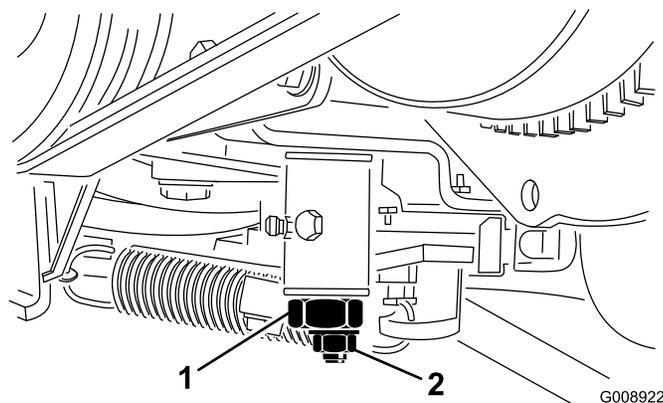

Figure 49
2. Desserrez le connecteur du câble d'accélérateur sur le bras du levier de la pompe d'injection (Figure 49).